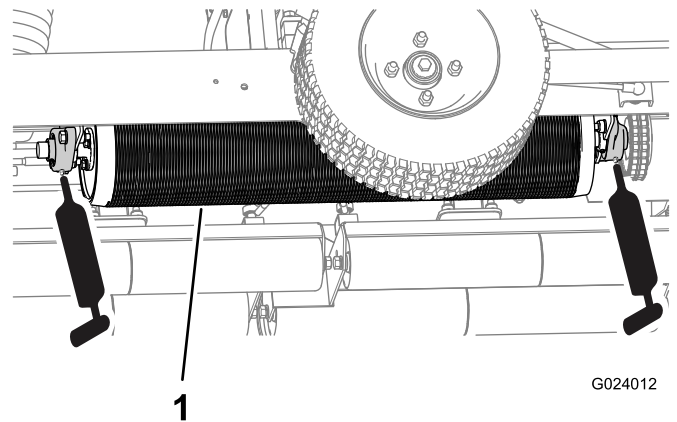
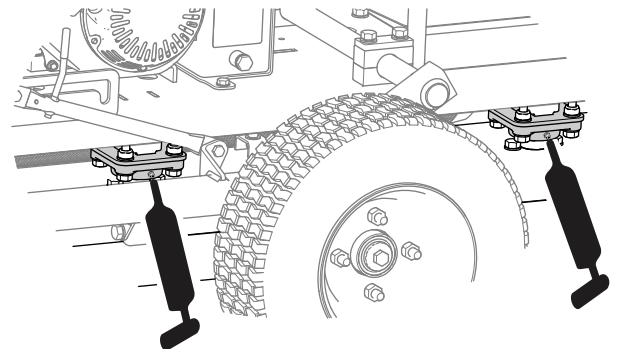

Figura 10
Figura 11
2. Pompate il grasso nelle diverse parti come mostrato in Figura 10 e Figura 11.